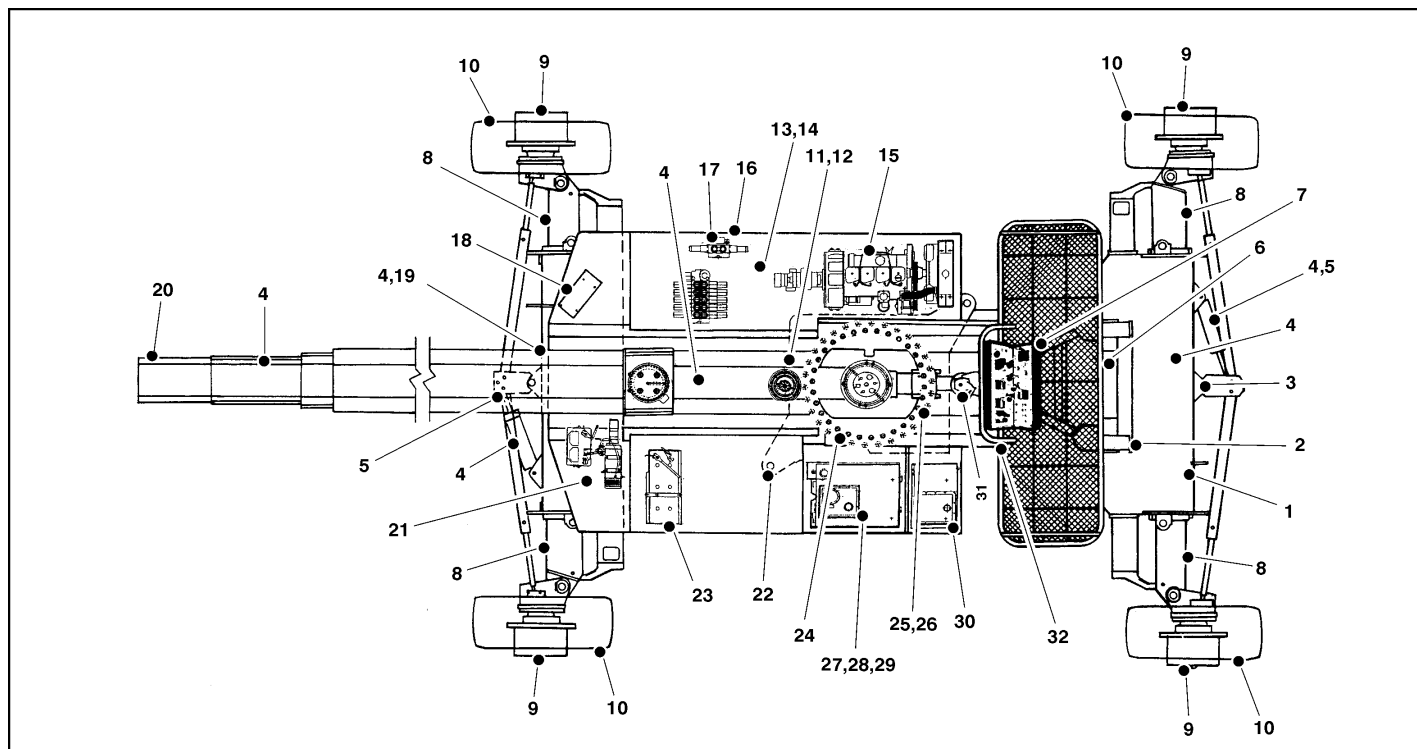

Figure 2-1. Ronde d'inspection quotidienne - Fiche 1 de 4
5. **Ronde d'inspection** – Voir de la Figure 2-1. à la Figure 2-4.